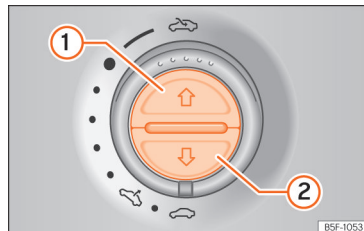

Abb. 112 Im Dachhimmel: Tasten des Sonnenschutzrollos.
- Taste » Abb. 112 ① kurz drücken.
• *Sonnenschutzrollo:* Innerhalb von etwa 5 Sekunden nach dem Auslösen der Kraftbegrenzung die Taste »» **Abb. 112** **2** so lange drücken, bis das Sonnenschutzrollo vollständig geschlossen ist.